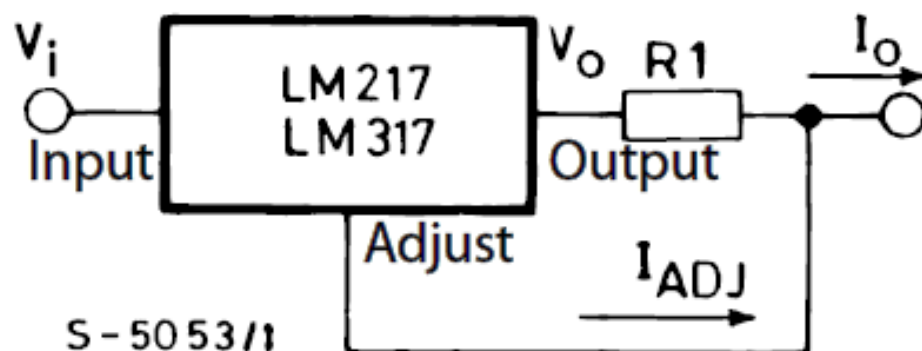

Рисунок 2. Стабилизатор тока **LM317T**
- Типовое включение микросхемы **LM317T** (LM317) в режиме стабилизации **тока** представлено на рис. 2 (спецификация производителя):